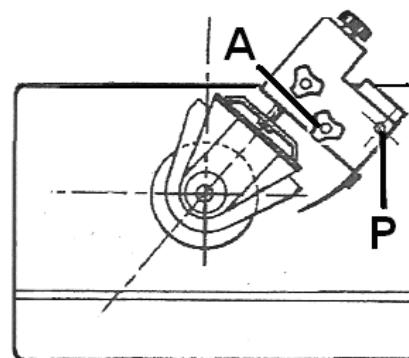

Fig 21
Pour cela il y a dans la table une forure de filet M8 (A, Fig 21) et une forure indice 8mm (P).